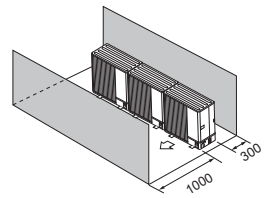

Fig. 2-15
- (4) Obstructions ou surfaces non dégagées à l'avant et à l'arrière uniquement (Fig. 2-15)